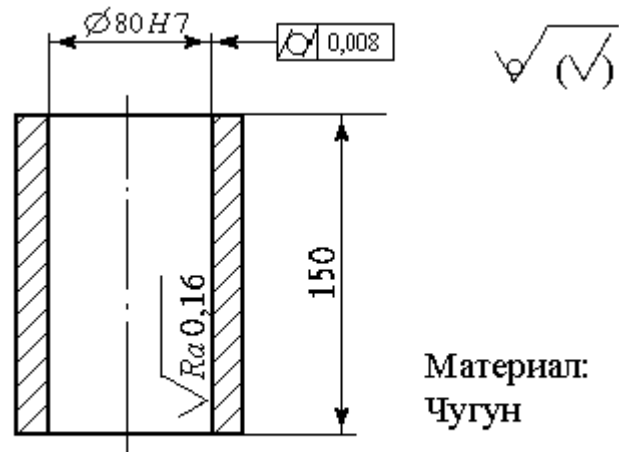

Рисунок 3.14
7. Выполнить эскиз технологической схемы финишного перехода при обработке внутренней цилиндрической поверхности с указанием баз, главных и вспомогательных движений (рисунок 3.14).